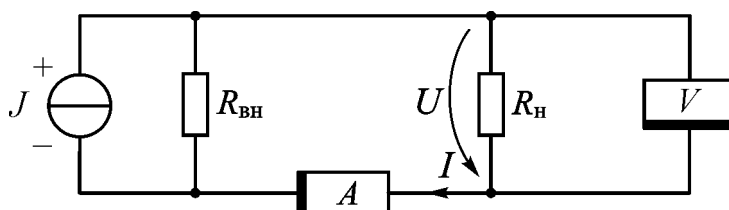

Рис. 2
- соединить элементы схемы согласно рис. 2;